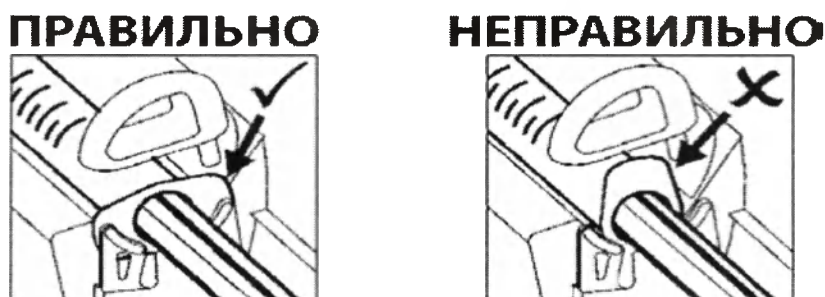

Рисунок 38 – Установка шприца.
- Убедится, что корпус и штифт шприца установлены правильно (рис. 38).